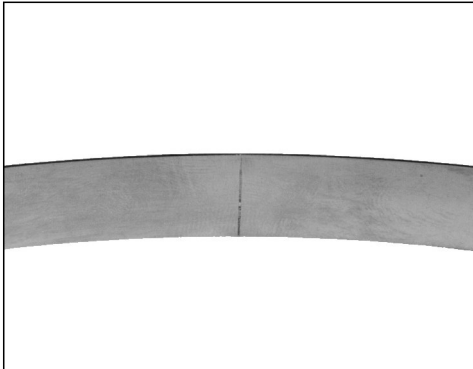

Bild 4
- 3.3 Den Messring so wie angeliefert im zusammengebauten Zustand mit allen drei Ringen, waagrecht, bis ca. 5mm der Ringauflagefläche am Flansch, im Umfang von etwa 180°, so um den Trägerbandstoß (Bild 4) am Messring ansetzen, dass die Referenzmarke ihre gewünschte Position am Flansch erhält.